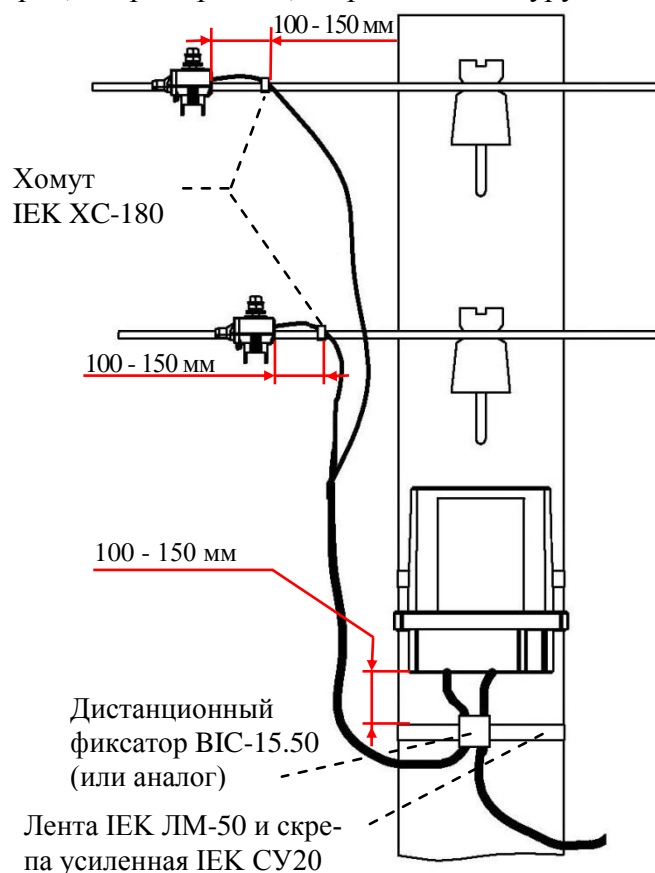

Рисунок 9.3 – Крепление провода при установке счетчика на опору линии электропередачи
9.4.2.10 Провода подключить к линии ВЛ-0,4 кВ с помощью прокалывающих зажимов. Скрутка проводов строго запрещена! Место контакта зачистить от пыли, пленок, окислов и смазать токопроводящей смазкой. Зафиксировать провод атмосферостойким хомутом, например IEK XC-180 (УНН21-D6-180-100), перед зажимом вдоль линии ВЛ-0,4 кВ (рисунок 9.3).